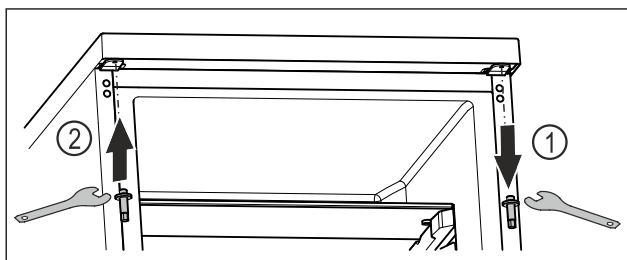

Fig. 14
- ▶ Odvrnite gornji svornjak s pomoću vanjskog šesterostranog ključa. Fig. 14 (1)
- ▶ Pritegnite svornjak na suprotnoj strani s pomoću vanjskog šesterostranog ključa. Fig. 14 (2)